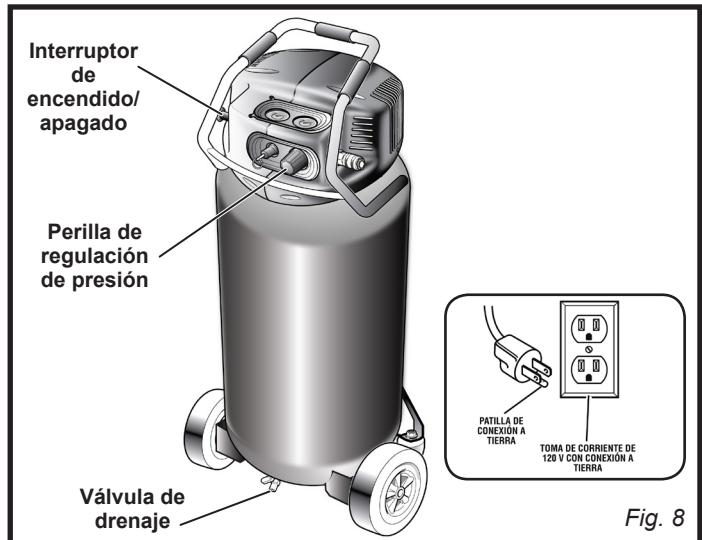

Fig. 8
- Asegúrese de que las válvulas de drenaje del tanque están cerradas (consulte la fig. 8).
- Asegúrese de que el interruptor de alimentación de encendido y apagado (ON/OFF) se encuentra en la posición OFF (apagado) y que el compresor de aire está desconectado (consulte la fig. 8).
- Asegúrese de que el botón del regulador de la presión está girado por completo en el sentido contrario a las agujas del reloj (consulte la fig. 8).